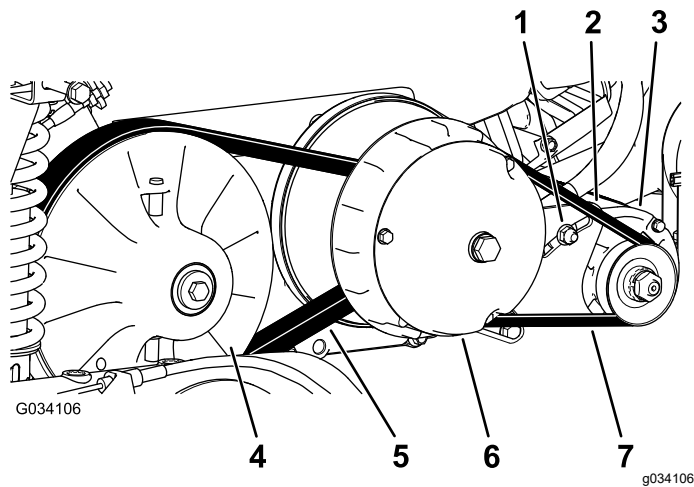

Figure 65
6. Faites tourner la courroie (Figure 65) pour vérifier qu'elle n'est pas excessivement usée ou endommagée.
3. Faites tourner la courroie et faites-la passer sur l'embrayage secondaire (Figure 65).
4. Enlevez la courroie de l'embrayage primaire (Figure 65).
5. Placez la courroie neuve sur l'embrayage principal (Figure 65).
6. Faites tourner la courroie et faites-la passer sur l'embrayage secondaire (Figure 65).
2. Desserrez l'écrou de pivot de l'alternateur (Figure 65).
4. Appuyez sur le levier pour faire pivoter le démarreur vers le bas dans la fente jusqu'à ce que la tension de la courroie produise une flèche de seulement 6 mm ($\frac{1}{4}$ po) quand une force de 44 N·m (10 pi-lb) est appliquée (Figure 65).
5. Resserrez l'écrou de pivot à la main et enlevez le levier (Figure 65).